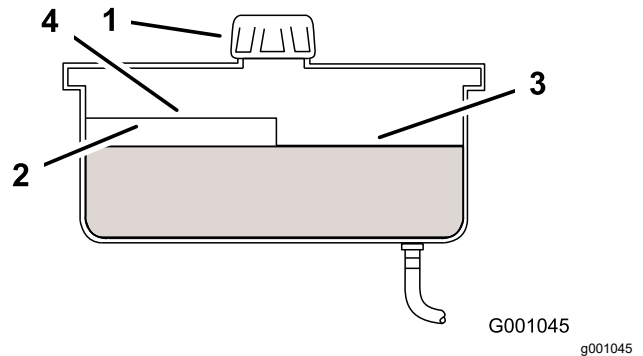

Figura 42
3. Limpie la zona alrededor del tapón y del cuello de llenado del depósito hidráulico (Figura 42).
4. Retire el tapón del cuello de llenado. Mire dentro para ver si hay fluido en el depósito (Figura 42).
Nota: El nivel de fluido debe llegar a la parte superior del nivel caliente del tabique cuando el fluido está caliente (Figura 42).